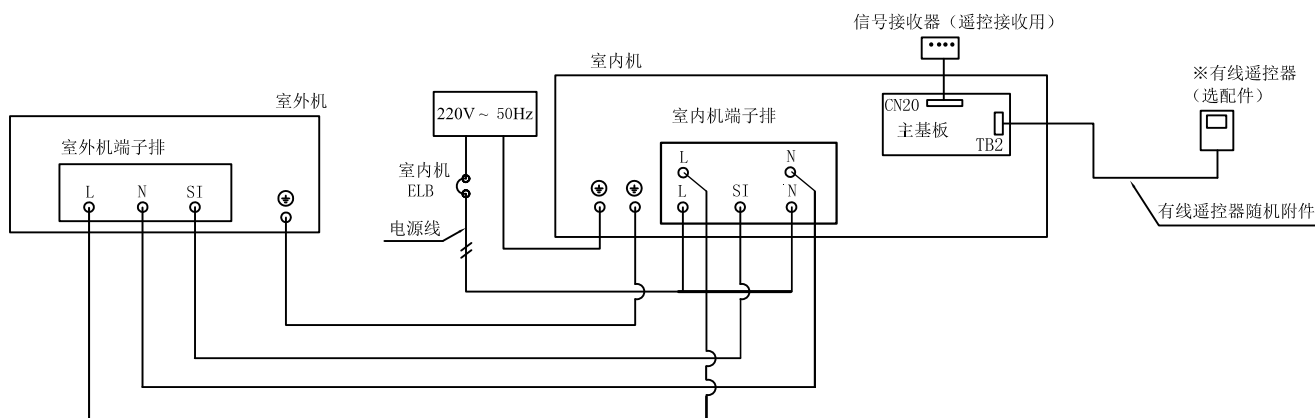

图 6.1 内外机接线图
- (1) 打开电控箱盖。
- (2) 穿过电控箱接线孔和固线夹，连接信号接收器到内机电控箱主基板的 CN20 插座或者 TB2 端子排上。
- (3) 将电源线穿过电控箱的接线孔和固线夹，将附件袋里的磁环在电源线 L、N 上缠绕三圈，连接电源线和地线到电控箱内相应端子上。电源线必须连接到漏电保护器，电源线规格参见表 6.1。
- (4) 26~72 机型：连接室内外机的强电连接线，穿过电控箱穿线孔和固线夹，连接室内外连接线到电控箱内相应端子上，保证室内外端子标号一一对应，参照内外机接线图 6.1。室内外机连接线规格见表 6.1。
- (5) 用固线夹紧固电控箱的电源线、内外机连接线、遥控器线等，以满足拉力要求。
- (1) 打开室外机维修盖。
- (2) 连接室内外机连接线到电控箱内相应端子上，保证室内外端子标号一一对应，参照内外机接线图 6.1。室内外机连接线规格见表 6.1。
- (3) 用固线夹紧固电控箱内的电线。
- (4) 盖好维修盖。